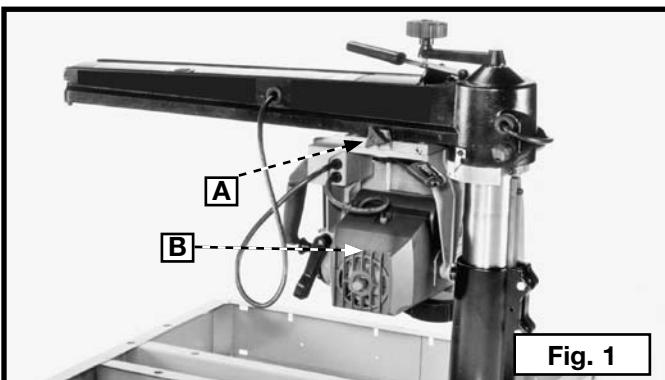

Fig. 1
1. Afloje la perilla de cierre (A) Fig. 1, y mueva el cabezal de corte (B) a la posición posterior. Apriete la perilla (A).